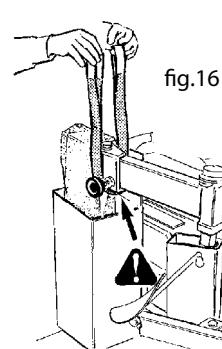

fig.16
- Dotarsi di una fascia di sollevamento di mt.1 modello DR 50 - fattore disicurezza 6:1. Avvolgere la fascia attorno al braccio a bandiera (fig.16)
- Make use of a 1 m hoisting strap model DR 50 - safety factor 6:1. Wrap the strap around the movable arm (fig.16)
- se munir d'une bande de levage de 1 mètre modèle DR 50 - facteur de sécurité 6:1. passer la bande autour du bras en drapeau (fig.16)
- Ein Hebeband von einem Meter Länge Modell DR 50, Sicherheitsfaktor 6:1 besorgen. Das Band um den Schwenkarm wickeln (Abb. 16).
- Procúrese una correa de levantamiento de m. 1 modelo DR 50 - factor de seguridad 6:1. Arrolle la correa al brazo oscilante (fig. 16).